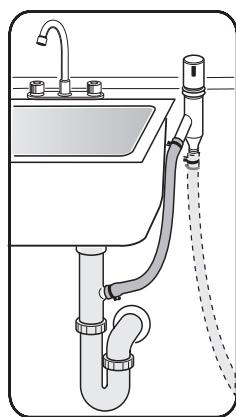

Ilustración 24
- 3) A la conexión de evacuación debajo del fregador y a través de un dispositivo de ventilación, como muestra la Ilustración 24.